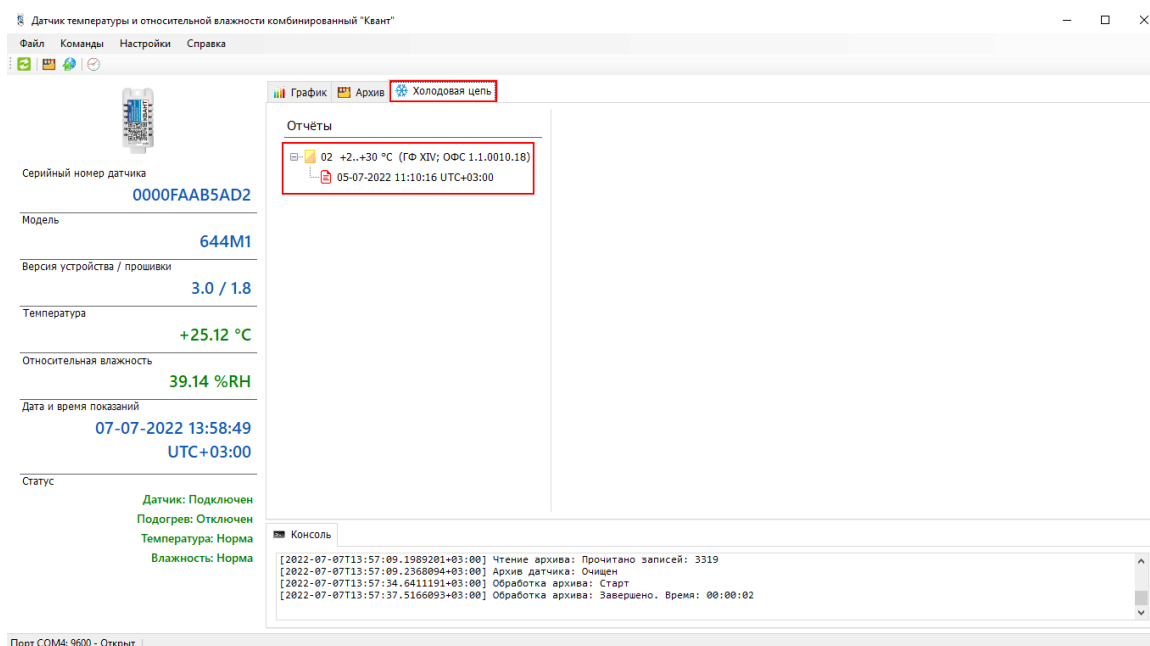

Рисунок 39 – Отображение отчета холодовой цепи, выгружаемого вместе с архивными записями
– во вкладке «Холодовая цепь» отобразятся выгруженные отчеты (Рисунок 39);